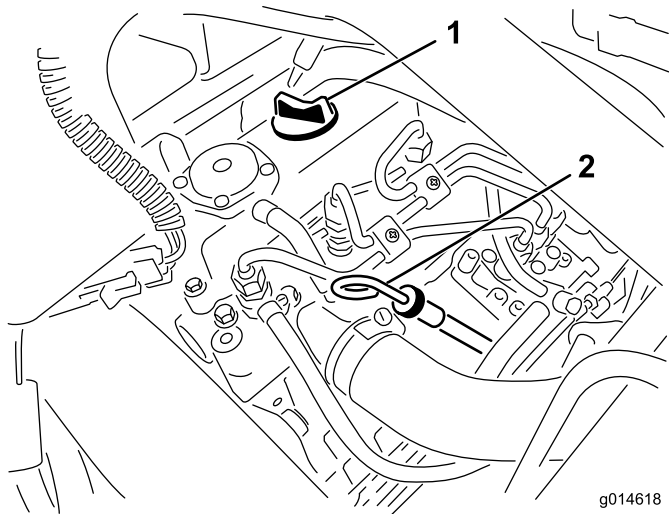

Figura 25
2. Retire la varilla y límpiela con un paño limpio (Figura 25). Introduzca la varilla en el tubo asegurándose de que entre a fondo. Retire la varilla del tubo y verifique el nivel de aceite. Si el nivel de aceite es bajo, retire el tapón de llenado de la cubierta de la válvula y añada **lentamente** suficiente aceite para elevar el nivel a la marca "Full" (lleno) de la varilla. Añada